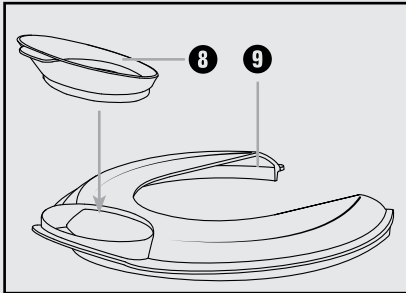

Fig.2 Montering af påfyldningshjælpen
- ▶ Efter ønske kan du montere påfyldningshjælpen **8** på låget **9** (Fig.2):